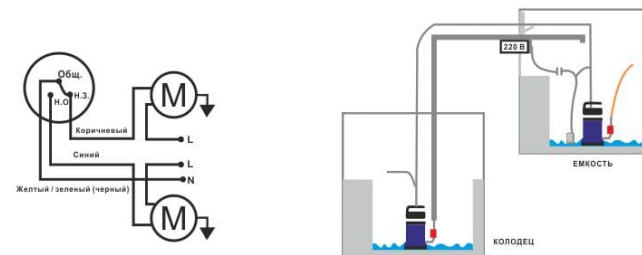

рис.4
■ Последовательное переключение насосов, наполнение и опорожнение емкостей. Схема электрического подключения представлена на рис.4.